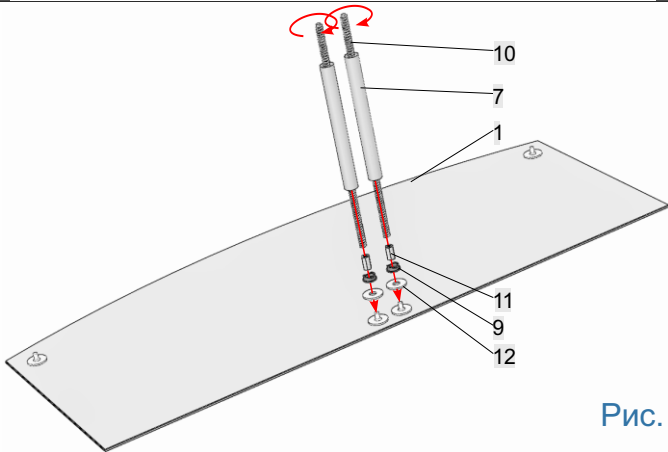

Рис. 3
3. Положить **дет.1** (рис. 3). Наложить шайбы (**12**) и узлы разрыва (**9**), закрепить гайками (**11**). Прикрутить шпильки (**10**). На шпильки установить трубы (**7**).